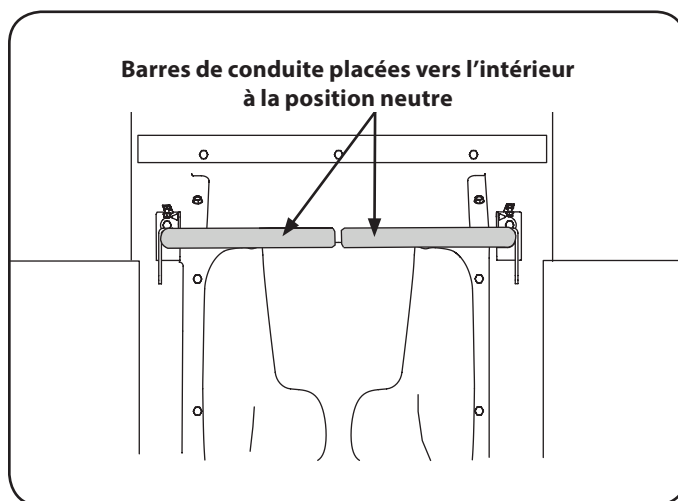

Figure 5-1
4. Poussez les deux barres de conduite vers l'intérieur à la position neutre. Voir Figure 5-1.